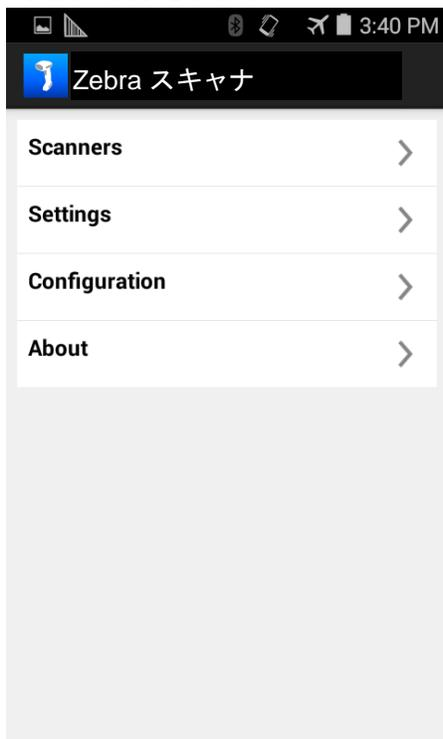

図 5-1 [ホーム]画面
[スキャナ]画面を表示するには、[ホーム]画面から[スキャナ]をタッチします(図 5-1)。[スキャナ]画面には、モバイル デバイスとペアリングされ接続済みであるすべてのスキャナが表示されます。一覧にあるデバイスを選択し、[アクティブなスキャナ]画面を表示します(5-6 ページの「[アクティブなスキャナ]画面」を参照)。以前にモバイル デバイスとペアリング/接続されているデバイスが存在しない場合は、接続が必要です(モバイル デバイスとスキャナの接続を参照)。
2. [ホーム]画面から[スキャナ]をタッチします (図 5-1)。次の画面が表示されます。
[設定]画面を表示するには、[ホーム]画面から[設定]をタッチします (図 5-1)。
[スキャナの構成]画面を表示するには、[ホーム]画面から[構成]をタッチします (図 5-1)。
[バージョン情報] 画面を表示するには、[ホーム] 画面から [バージョン情報] をタッチします (図 5-1)。